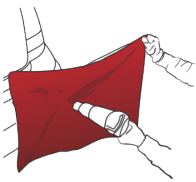
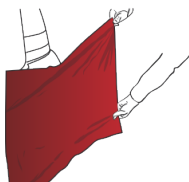

Figure 12
Figure 13
- › Chauffer le vinyle entre 40 °C et 50 °C (FIG. 12) puis le tendre de manière à envelopper complètement la surface convexe. (FIG. 13)